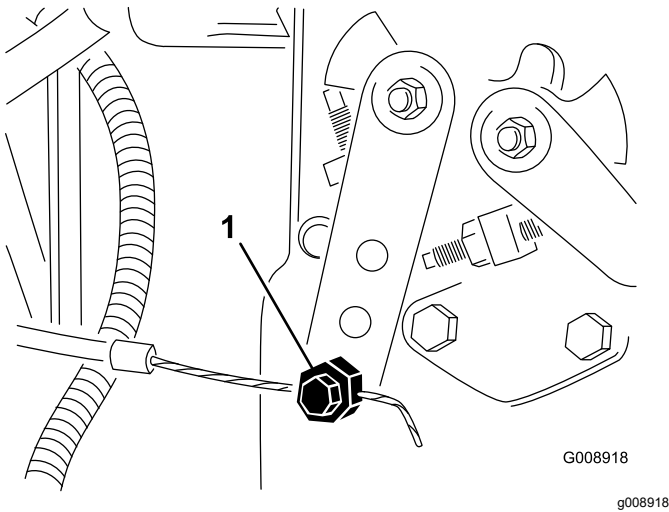

Bild 81
4. Lockern Sie den Anschluss des Bowdenzugs am Arm der Einspritzpumpe (Bild 81).